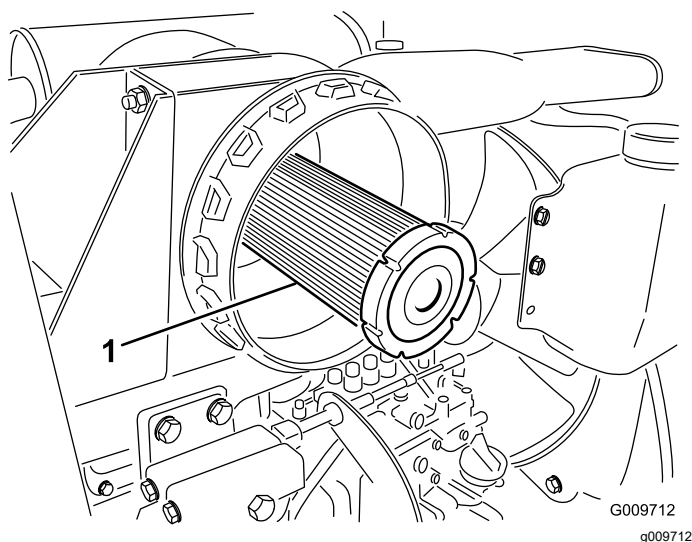

Figure 58
**Important:** N'essayez jamais de nettoyer l'élément de sécurité (Figure 58). Remplacez l'élément filtrant de sécurité une fois sur